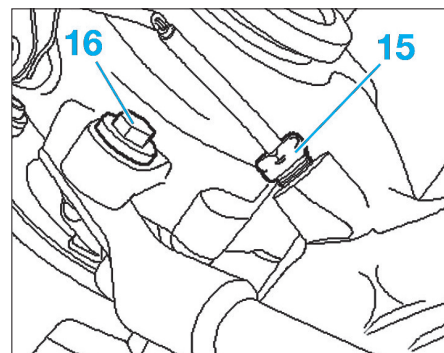

Fig. 51
- Dévisser du tuyau de retour d'huile, les vis (Fig.51) :
- "creuse" du turbocompresseur (15),
- supérieure du turbocompresseur (16).